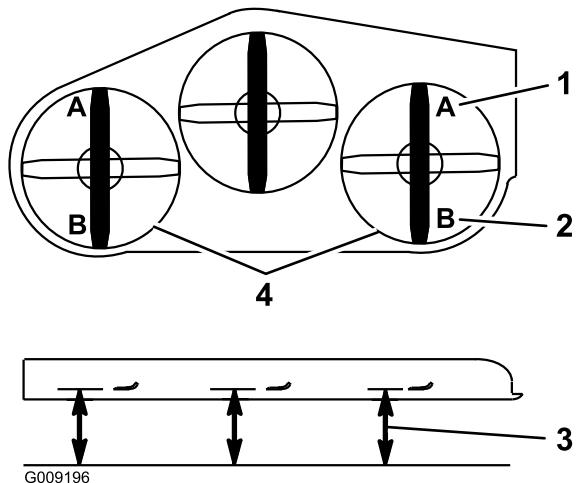

Figura 88
9. En ambos lados de la carcasa, mida desde la superficie nivelada hasta la punta delantera de la cuchilla (Posición A); consulte Figura 88.
- En ambos lados de la carcasa, mida desde la superficie nivelada hasta la punta trasera de la cuchilla (Posición B). La distancia debe ser de 8.3 cm (3 1/4"); consulte Figura 88.